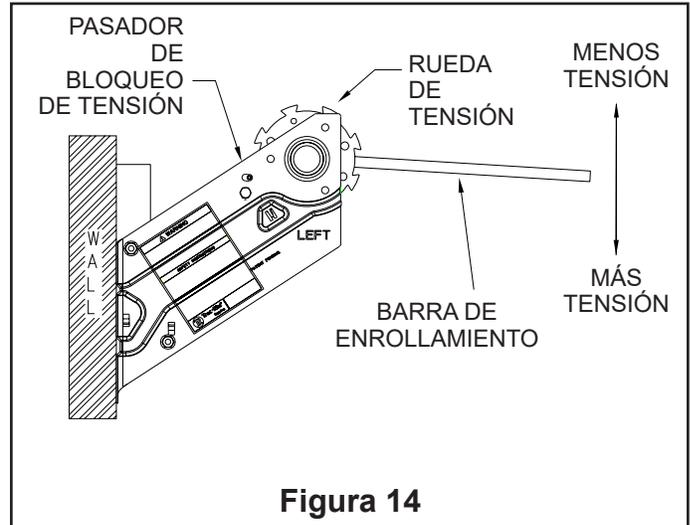

Figura 14
**10.2** Para agregar tensión, inserte la barra de enrollamiento en el orificio rectangular en la rueda de tensión y jale hacia abajo hasta que el trinquete encaje. Muévelo levemente hacia arriba hasta que la rueda dentada se trabe donde corresponde (véase la Figura 14). Si se necesita más tensión, mueva la barra de enrollamiento al siguiente orificio en la rueda de tensión y repita según sea necesario.